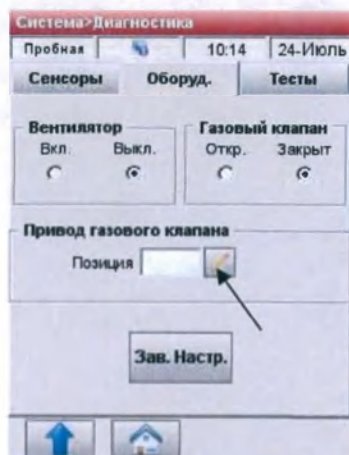

Рис.8-10 Привод газового клапана
- Нажмите  (Рис.8-10) и введите различные положения (допустимые положения 1 - 12), чтобы убедиться, что привод клапана движется плавно и точно.